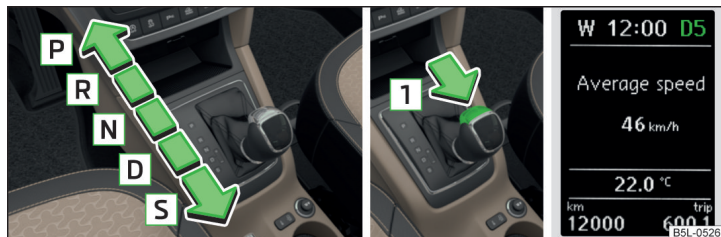

Fig. 124 Palanca selectora / tecla de bloqueo / indicador de pantalla
Con el encendido conectado se ve el modo de cambio de marcha, así como la marcha acoplada actual en la pantalla » fig. 124.
Con la palanca selectora se pueden poner los siguientes modos » fig. 124.
Antes de poner el modo **S** desde el modo **D**, debe pulsarse la tecla de bloqueo en el sentido de la flecha **1** » fig. 124.
» Pise a fondo el pedal del freno y al mismo tiempo presionar la tecla de bloqueo en el sentido de la flecha **1** » fig. 124 de la página 141.
En la pantalla » fig. 124 de la página 141 se muestra la marcha acoplada.
- Pulse la tecla de bloqueo en el sentido de la flecha » fig. 124 de la página 141 y manténgala pulsada.